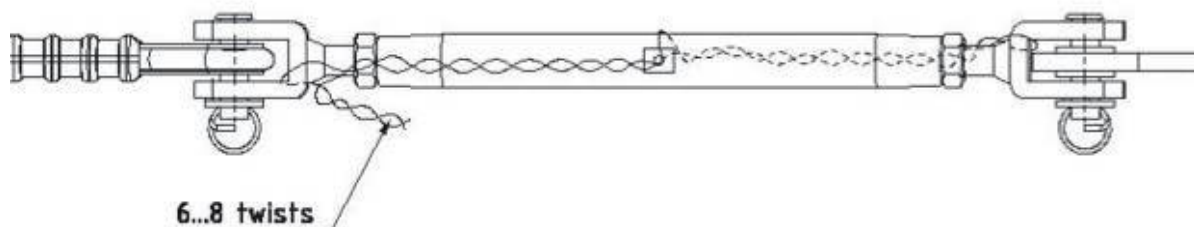

Fig. 20-00-3
C. Wiring the Turnbuckles (Fig. 20-00-3)